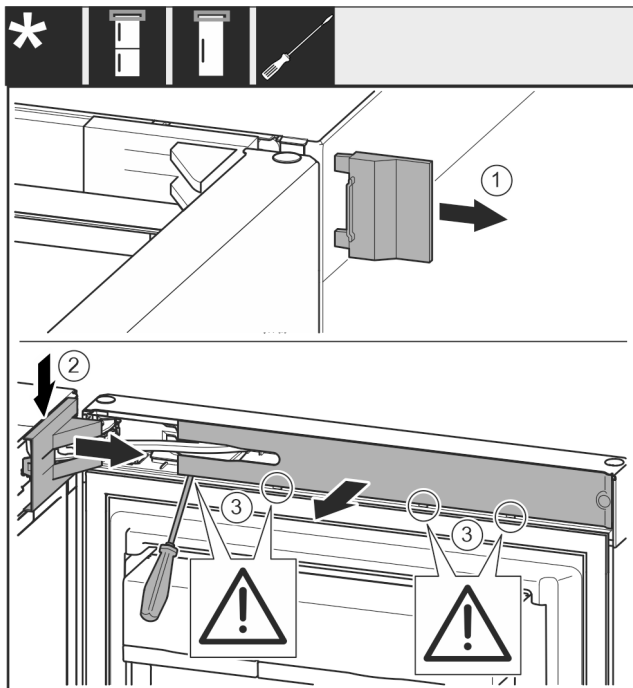

Fig. 7
- ▶ Tag den udvendige afdækning af Fig. 7 (1)
- ▶ Klik hængselkonsollens afdækning ud, og løsn den. Tag hængselkonsollens afdækning af Fig. 7 (2)
- ▶ Løsn blindpladen med en flad skruetrækker, og drej den til side Fig. 7 (3)